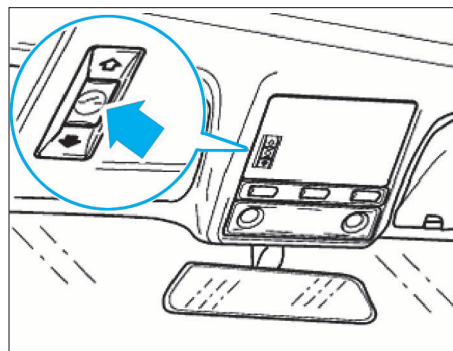

FIG. 79
• Actionner et maintenir l'interrupteur en direction de la position "entrebâillement" (Fig.79). En cas de démarrage retardé ou d'arrêt brusque du toit ouvrant, maintenir enfoncé l'interrupteur en direction de la position "entrebâillement".